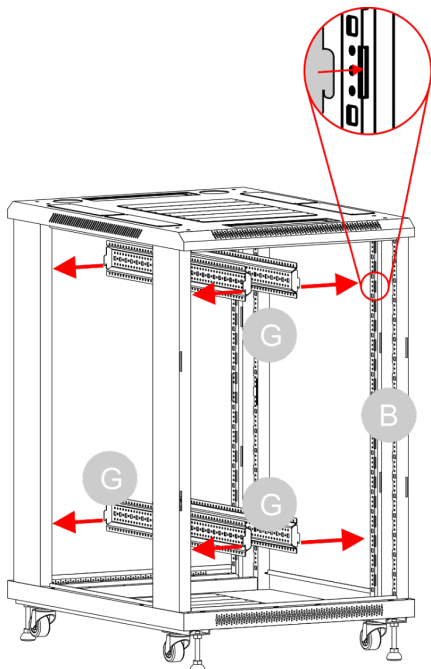

Fig. 29
- 13) Far scorrere le 4 **staffe orizzontali (G)** nei fori dei 2 **telai (B)**, come illustrato nella Fig. 29. Assicurarsi che le **staffe orizzontali (G)** siano installate orizzontalmente e non inclinate.